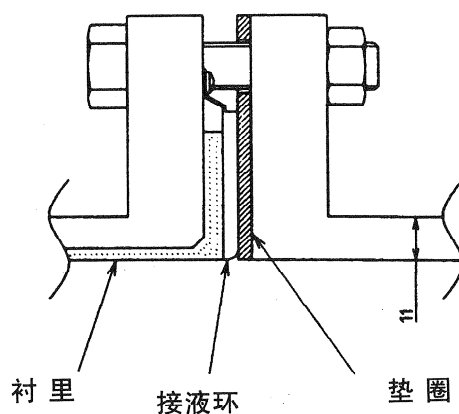

图 2-26 在 2.5A-1100A 的条件下材质为 SUS，以及在 250A-1100A 的条件下材质为 SUS 以外的场合
1. 按规定紧固力矩进行安装的情况，如图 2-26 进行安装。